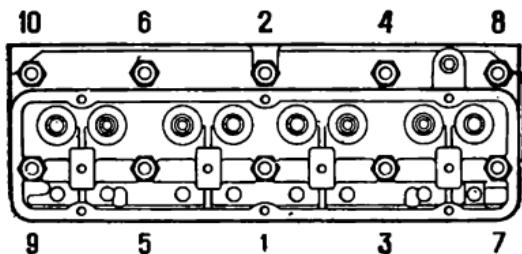

Рис. 17. Порядок подтяжки гаек головки цилиндров
1. Подтяните гайки головки блока цилиндров двигателя в последовательности, указанной на рис. 17.
Затягивайте гайки только на холодном двигателе. Для обеспечения равномерного и плотного прилегания головки цилиндров к прокладке гайки затягивайте в последовательности, указанной на рис. 17. Для предотвращения деформации головки затяжку делайте в два приема: первый раз — предварительно, с меньшим усилием, второй — окончательно. Затягивайте гайки равномерно и с одинаковым усилием. Пользуйтесь динамометрическим ключом. Окончательную затяжку производите с моментом 7,3 ... 7,8 кгс · м.